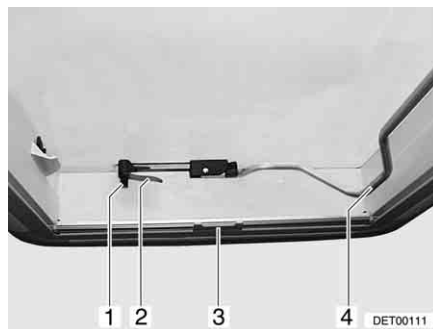
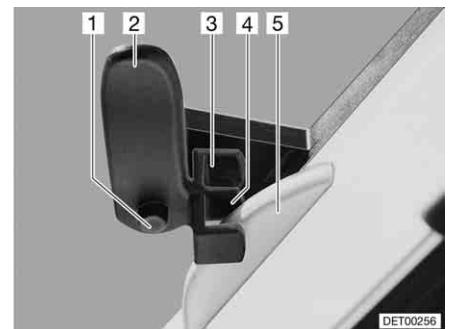

Bild 58 Heki-taklucka, stängd
Bild 59 Heki-takluckan i ventilationsläge 1
- Tryck ned låsknappen (Bild 58,1) och vrid låsarmen (Bild 58,2) ett kvarts varv inåt.
- Dra ut bygel (Bild 58,4) nedåt, så att spärren släpper.
- Vrid låsarmen (Bild 58,2 och Bild 59,2) ett kvarts varv. Takspärrens tapp (Bild 59,5) måste hakas in i den översta fästdelen (Bild 59,3).
- Tryck på låsknappen (Bild 59,1) och vrid tillbaka låsarmen (Bild 59,2). Takspärrens tapp (Bild 59,5) måste hakas in i den nedre fästdelen (Bild 59,4).